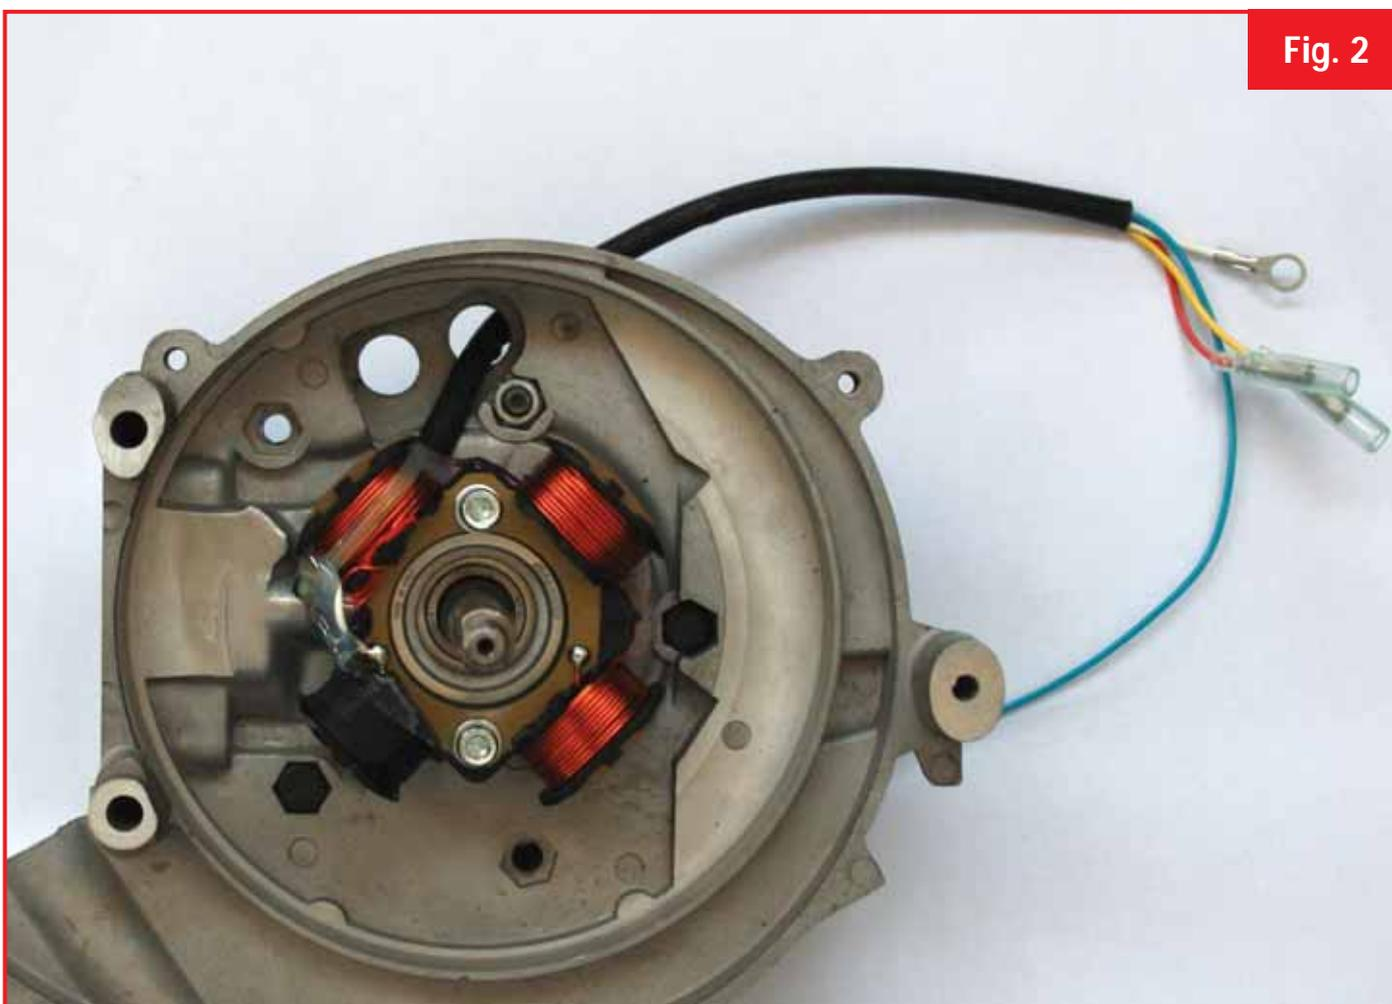

Fig. 3
- Montare il trasduttore sul telaio (**Fig. 3 (11)**)
- Posizionare il cavo di massa con occhiello del trasduttore come indicato in figura (**Fig. 3 (12)**).
- Allacciare il cavo azzurro proveniente dal trasduttore al cavo azzurro dello statore (**Fig. 3 (13)**).
- Mount the transducer on the frame (**Fig. 3 (11)**)
- Place the transducer ground cable with eyelet as shown in picture (**Fig. 3 (12)**).
- Connect the light blue cable coming out of the transducer to the light blue cable of the stator (**Fig. 3 (13)**).
- Montez le transducteur sur le cadre (**Fig. 3 (11)**)
- Positionnez le câble de masse avec œillet du transducteur comme indiqué dans la photo (**Fig. 3 (12)**).
- Raccordez le câble bleu venant du transducteur au câble bleu du stator (**Fig. 3 (13)**).